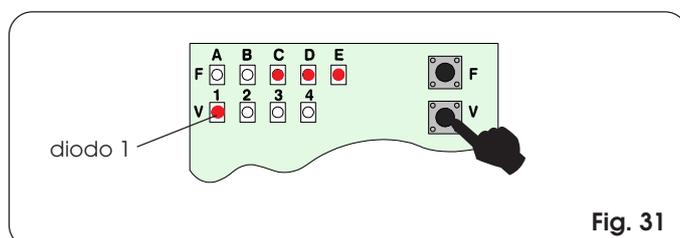
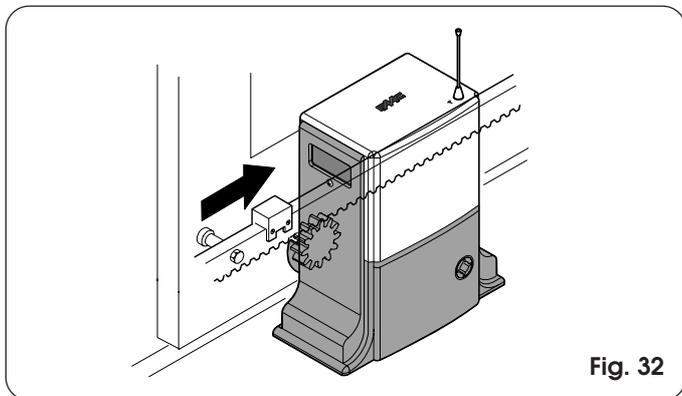
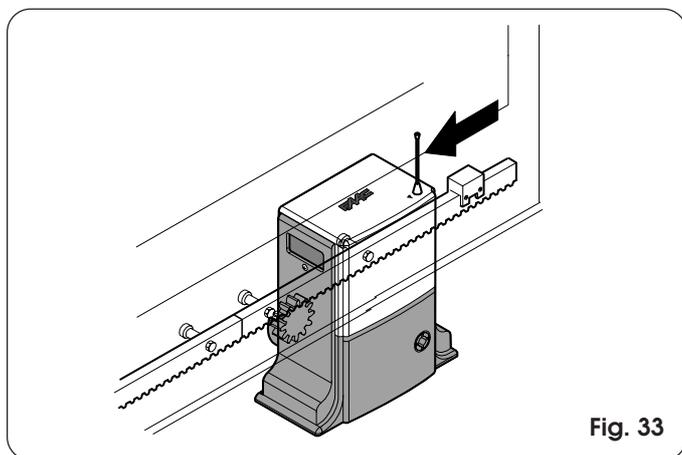

Fig. 31
Fig. 32
Fig. 33
- Entre en la función estado de las entradas presionando el pulsador P2 (Fig. 31 y párrafo 8.4).
- Haga deslizar el imán sobre la cremallera (Fig. 32) hasta que se apague el diodo 1 situado en la tarjeta electrónica (Fig. 31).
- Haga deslizar el imán sobre la cremallera (Fig. 33) hasta que se apague el diodo 1 situado en la tarjeta electrónica (Fig. 31).